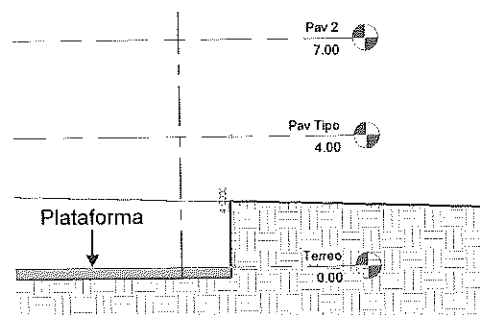

Figura A.20 - Visualização da plataforma de construção na cota 0.
4. Como podemos ver, a plataforma de construção está enterrada, pois está no pavimento **Térreo** que fica na cota 0. Mude para a elevação **Oeste** e veja as cotas, Figura A.20. Vamos elevar tudo 3 m para que a plataforma de construção fique na cota de 3 m do terreno.